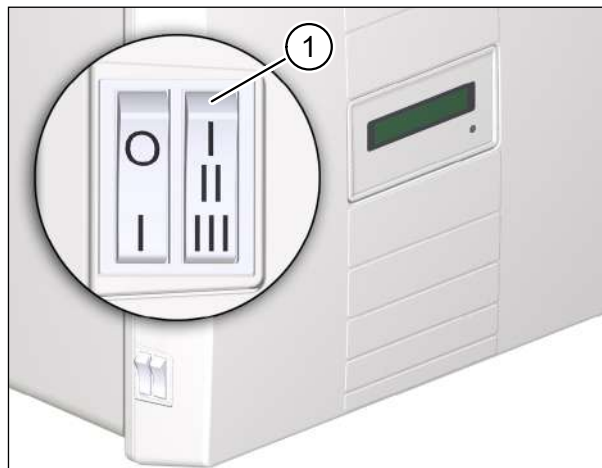

Abb. 17: Filterwechselanzeige zurücksetzen
- ▶ Wählen Sie innerhalb von drei Sekunden am Stufenschalter (Pos. 1 in Abb. 17) nacheinander die Lüftungsstufen **I-II-III-II-I**. Das Lüftungsgerät piept zur Bestätigung.
- ▶ Wählen Sie, während das Gerät piept, erneut innerhalb von drei Sekunden am Stufenschalter (Pos. 1 in Abb. 17) nacheinander die Lüftungsstufen **I-II-III-II-I**. Das Lüftungsgerät piept dreimal zur Bestätigung. Die Überwachung des Zeitraums ab dem letzten Luftfilterwechsel wird neu gestartet.